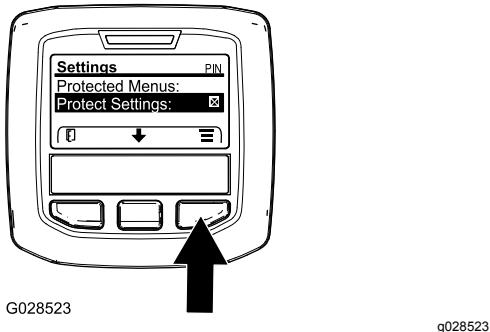

Figura 25
- Aceda ao menu protegido e desbloqueie o submenu de definições protegidas (Figura 25); consulte Aceder aos menus protegidos \(página 18\).